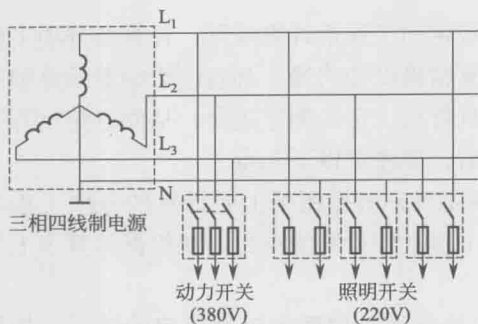

图 1-6 三相四线制供电原理图
② 三相四线制供电。三相四线电源可以输送两种电压,即 220V 相电压和 380V 线电压。三相四线制有 L_1 、 L_2 、 L_3 三根相线(火线),另外还有一根中性线(零线) N,所以称为四线制,也叫“Y”接线法,如图 1-6 所示。